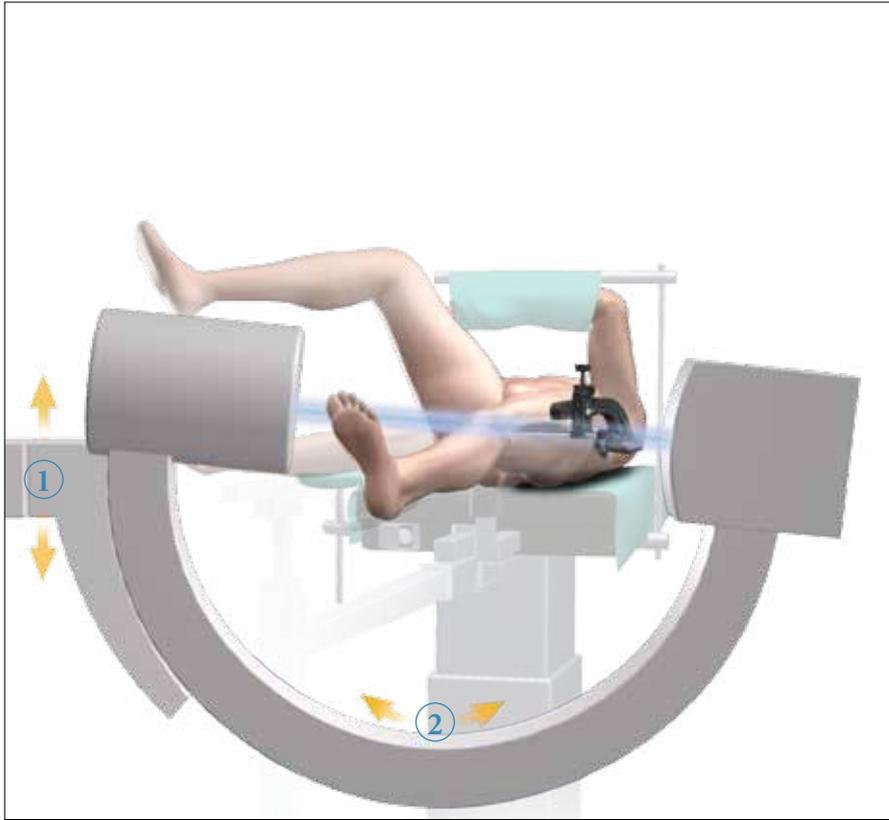

Fig. 28
Une fois le bras en C oblique correctement positionné, ajustez la hauteur (Fig. 28 ①) et la rotation orbitale (Fig. 28 ②) du faisceau radiographique sur le même plan que celui de l'ensemble de la douille et du guide mèche (Fig. 28).